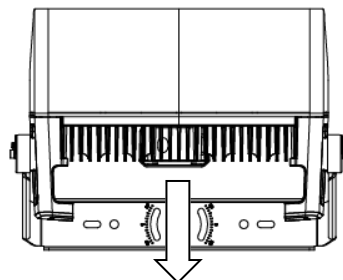

Fig. 17
3. Retirer le boîtier du transformateur du boîtier principal (figure 17).